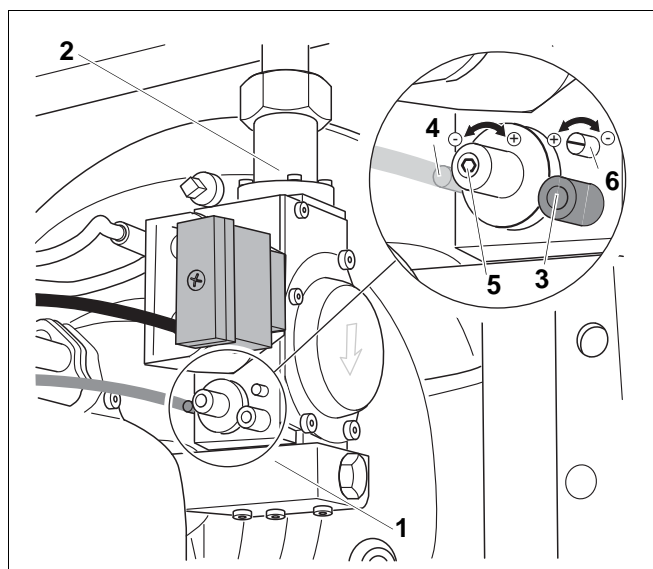

Рис. 10 Газовая арматура
- Для частичной нагрузки винтом "K" (рис. 10, поз. 5)
- Для полной нагрузки винтом "V" (рис. 10, поз. 6)